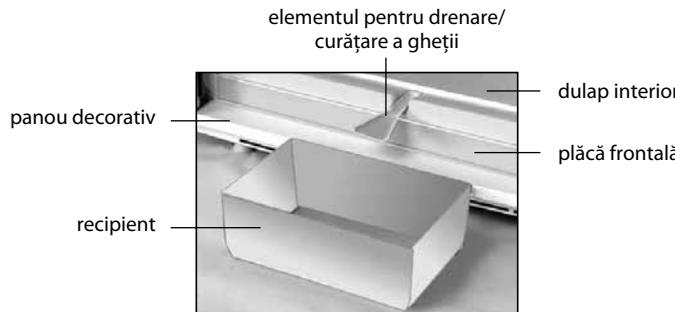

Figura 5 – Recoltarea apei provenite
- să îndepărtați apa rezultată în urma topirii, instalând în conformitate cu figura 5 elementul de masă plastică pentru drenare / pentru curățare a gheții și orice vas recipient cu volumul nu mai puțin de 2 l;
**SE INTERZICE** să decongeleți congelatorul fără utilizarea elementului pentru drenare instalat în conformitate cu figura 5. Apa rezultată în urma topirii care se scurge din cameră afară de elementul pentru drenare, pătrunzând în locul de alăturare a plăcii frontale la dulapul interior în conformitate cu figura 5, poate provoca coroziunea dulapului exterior al congelatorului și a elementelor agregatului frigorific, defectarea izolației termice, formarea crăpăturilor dulapului interior și defectarea dulapului congelatorului.